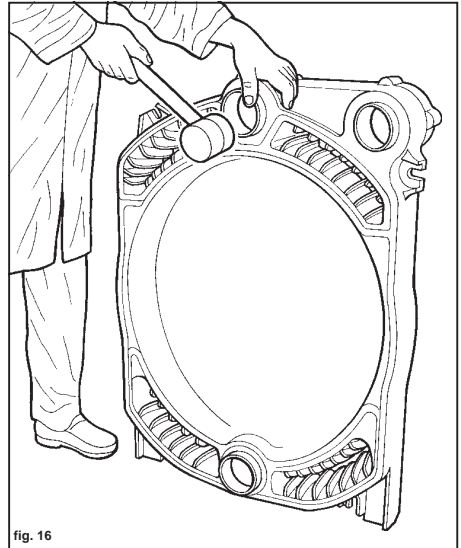

fig. 16
- 4 (Fig. 16) Preßnippel mit Hilfe eines Holzhammer in seinen Sitz eintreiben.